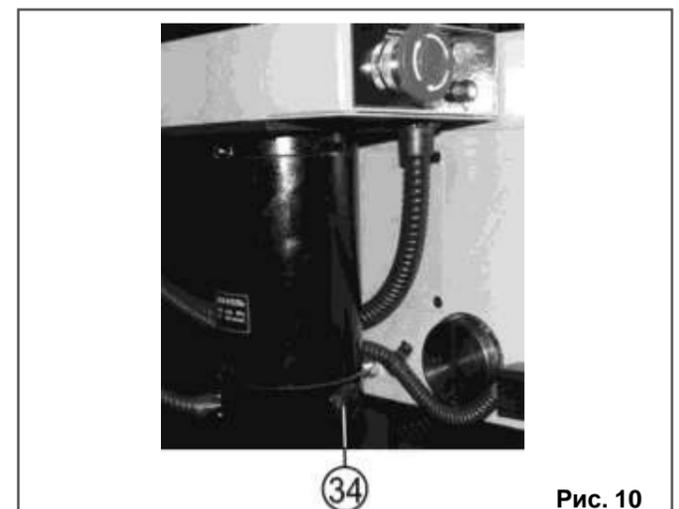

Рис. 10
12.2.2. Выкрутите колпачок (34), Рис. 10, извлеките щётку, при необходимости замените.